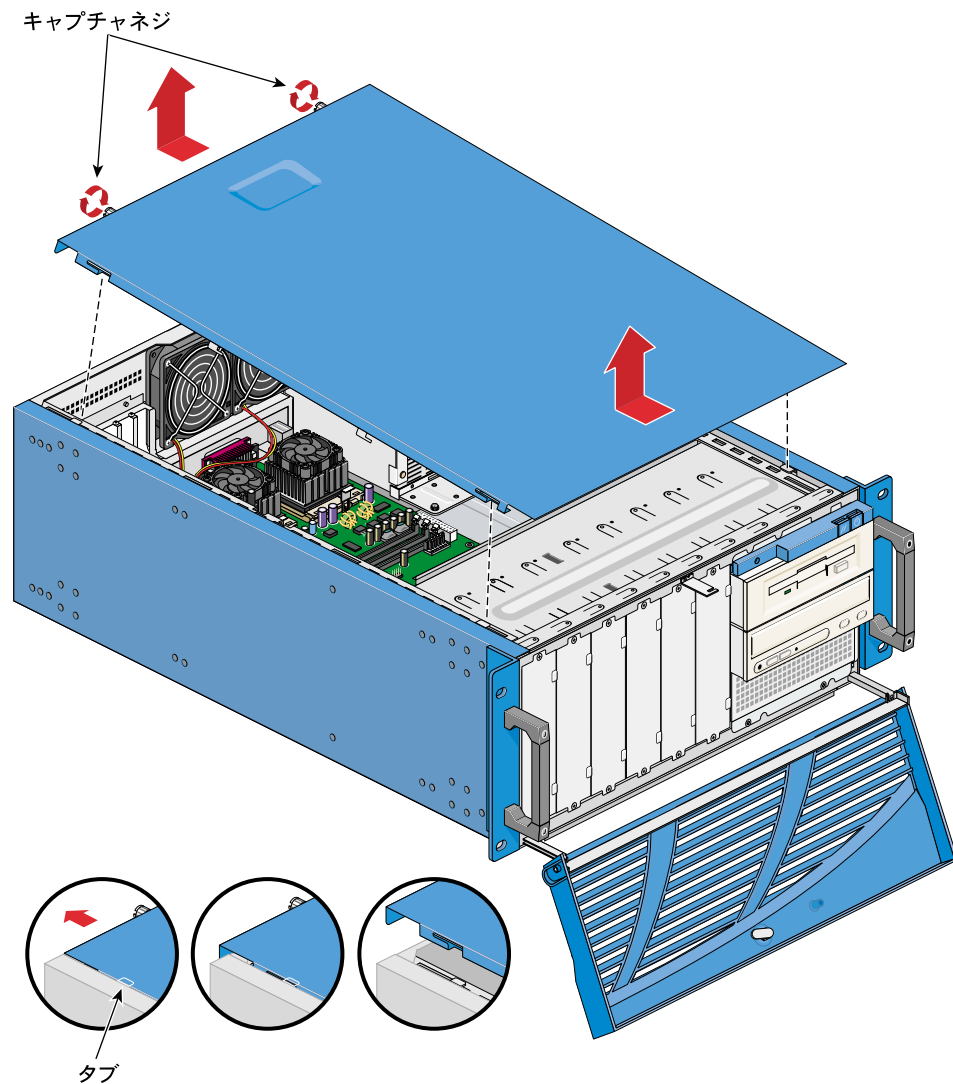

図 4-8 ノードカバーの取り外し
1. ノードの背面にある 2 つのキャプチャネジをゆるめます（図 4-8 を参照）。
2. ノードの背面に向かって、ノードカバーを 1cm ないし 2cm (約 0.5 インチ) 引っ張ります (図 4-8 を参照)。
3. ノードカバーの後部を持ち上げ、ノードから外します（図 4-8 を参照）。